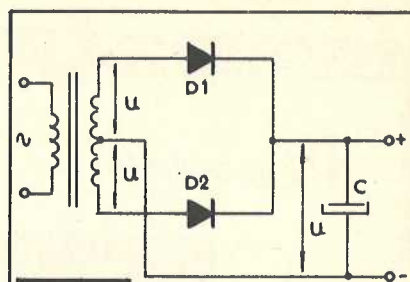

FIG. 3
Nu is bij een gelijkrichter met een buffercondensator (fig. 3) de maximum gelijkspanning (U) gelijk aan de piekwaarde van de wisselspanning U, dat is $1,41 \times U$.